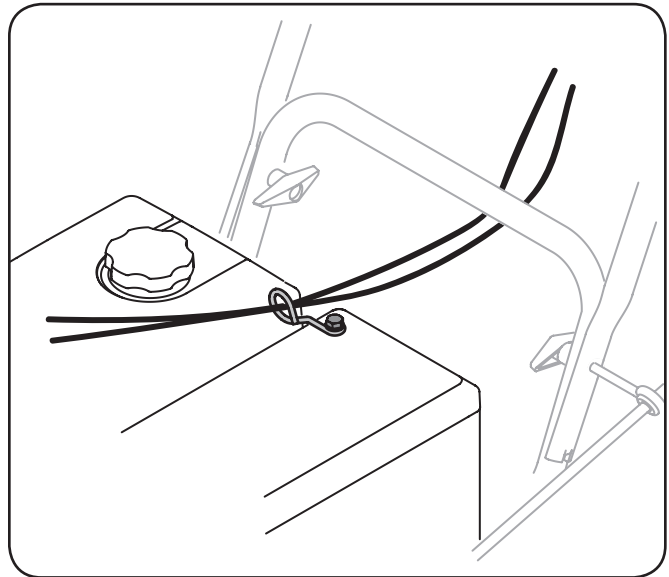

Figura 3-5
6. Controle que todos los cables del canal estén adecuadamente colocados a través de la guía de cables de la parte superior de la cubierta del motor. Vea la Figura 3-5.